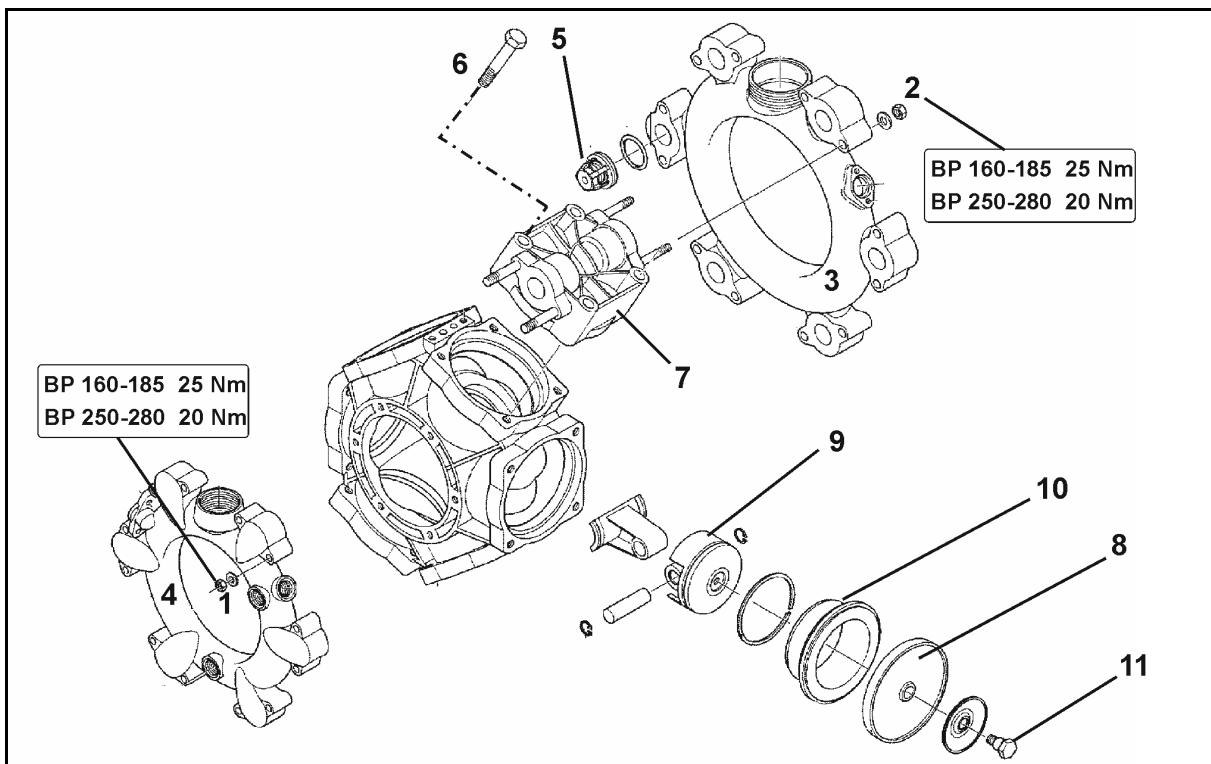

Fig. 193
1. Demontați ventilul (Fig. 193/1) și șaiba (Fig. 193/2).
2. Introduceți unealta auxiliară în canelurile capacului și desfaceți capacul (Fig. 193/3).
3. Controlați membrana (Fig. 193/4) și înlocuiți membrana defectă.